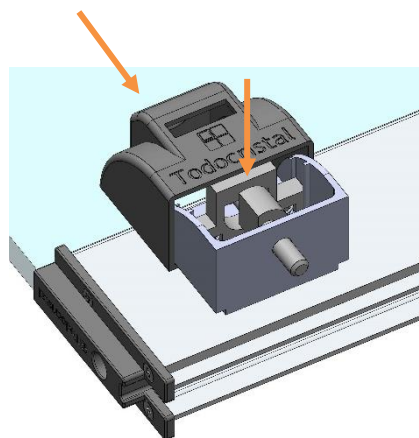

Figura 17
- Una vez choque la tapa contra la pieza de Bloqueo, empujar esta hacia abajo, permitiendo el deslizamiento de la tapa hasta que esta tope contra la parte superior del punzón (Figura 17).